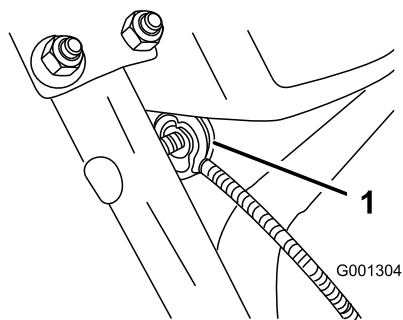

Figura 8
3. Rimuovete il dado e la rondella dalla stegola, collegate il serrafilò sul cavo alla stegola, montate la rondella e il dado e serrate il dado manualmente (Figura 8).